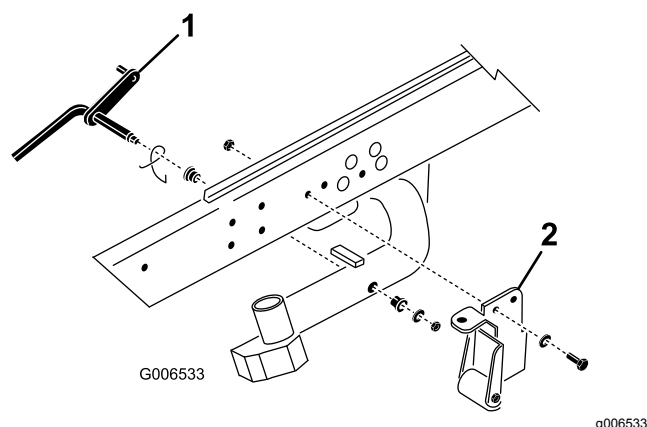

Bild 3
- Entfernen Sie die Sicherungsmutter und die Scheibe, mit denen die Gelenkstange am Hubarm Nr. 2 befestigt ist (**Bild 3**). Nehmen Sie die Gelenkstange und die Feder vom Hubarm
Stützhalterungen der Kippvorrichtung werden nicht für den Betrieb der DPA-Schneideinheiten benötigt (Bild 3).